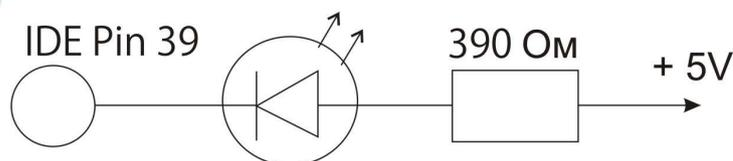

Рис. 8.2. Подсоединение внешнего светодиода для наблюдения процесса самотестирования накопителя.
- ◆ Плата электроники накопителей Maxtor не оснащена светодиодом, поэтому можно присоединить внешний светодиод, как показано на Рис. 8.2.